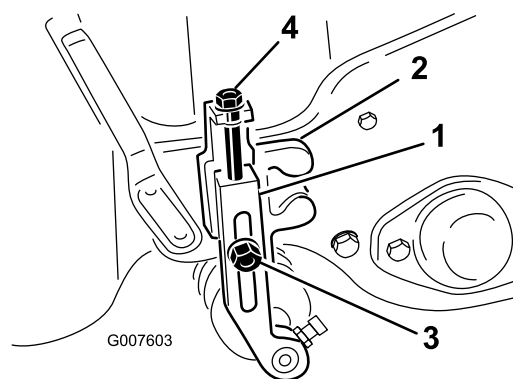

Figura 47
2. Allentate i dadi di bloccaggio che fissano i bracci dell'altezza di taglio alle relative staffe (Figura 47).